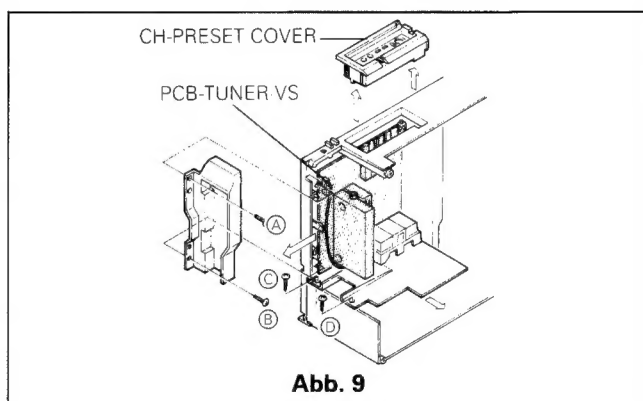

Abb. 9
2. Entfernen Sie die Abdeckung der Sendereinstell-tasten (Abb. 9).
3. Entfernen Sie die 2 Halteschrauben ① und ② neben dem Tuner und lösen Sie den Rahmen.
4. Entfernen Sie die Halteschrauben ③ und ④ unterhalb des Tuners und nehmen Sie den Rahmen ab.
5. Entriegeln Sie den Platinenhalter und entfernen Sie die Tunerplatine (Abb. 9).